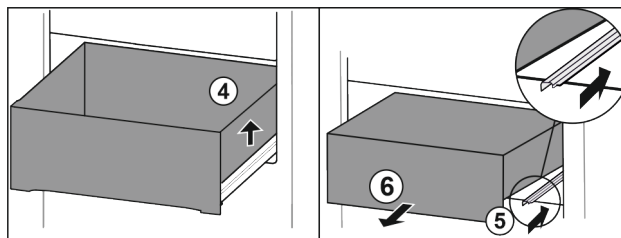

Fig. 63
- ▶ Lade rechts optillen. Fig. 63 (4)
- ▶ Rechter rail erin schuiven. Fig. 63 (5)
- ▶ Lade naar voren toe verwijderen. Fig. 63 (6)